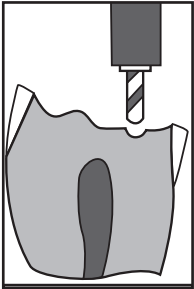
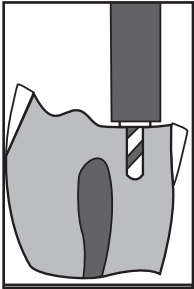

Figure 2
Figure 3
4. Med MAX fordypningsborr lager man en stift kanal (**Fig. 2 og 3**).
4. Com uma Broca Limitadora de Velocidade MAX num contra-ângulo de baixa velocidade (**Fig. 2**) prepare o canal até uma profundidade próxima do diâmetro interno alargado (**Fig. 3**).